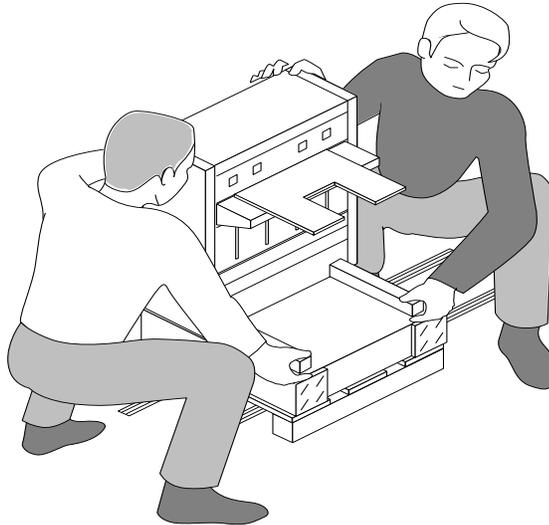

Abbildung 4-19 HLA-Einheit auspacken
2. Nehmen Sie die HLA-Einheit zu zweit aus der Kiste, und stellen Sie sie auf dem Boden ab. Siehe Abbildung 4-19.